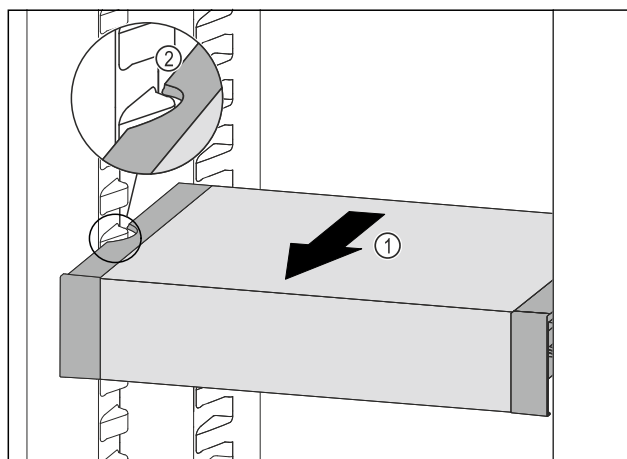

Fig. 104
- Táhněte VarioSafe dopředu Fig. 104 (1), dokud nebudou boční vybrání VarioSafe na úrovni žebrování na nádoby v chladničce. Fig. 104 (2)